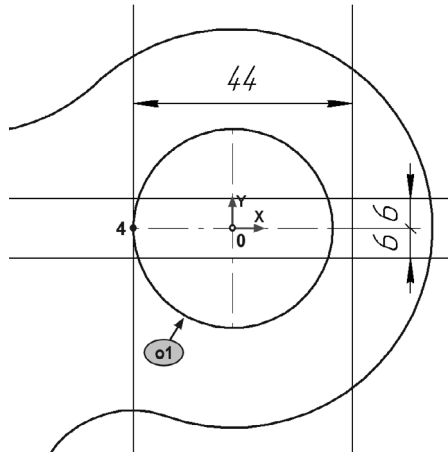

Рис. 25.12. Построение вспомогательных прямых
14.2. Нажмите кнопку **Вертикальная прямая** на панели **Геометрия**. Постройте вертикальную прямую через точку 4 пересечения окружности o1 с осью симметрии (рис. 25.12).